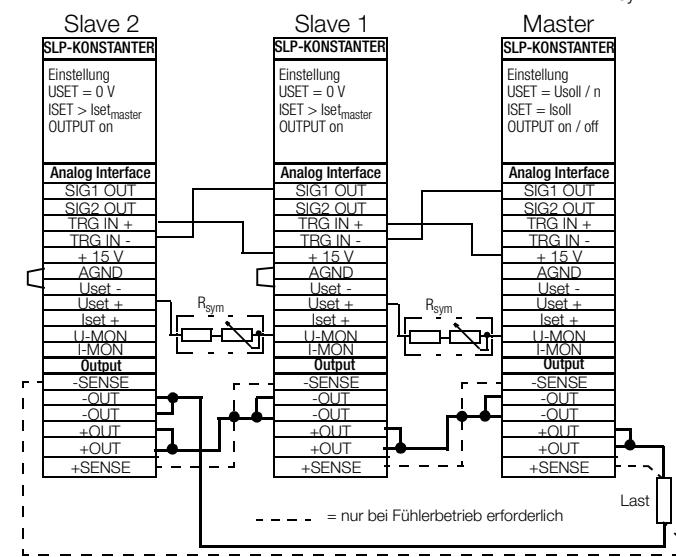

Bild 5.9.2 Verdrahtung für Master-Slave-Serienschaltung
- Verkoppeln Sie Master- und Slave-Gerät(e) wie in **Bild 5.9.2** dargestellt.